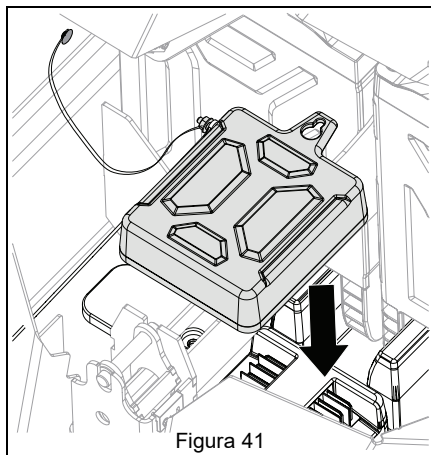

Figura 41
3. Posizionare il coperchio sui perni esposti del condotto sbarra della batteria. Vedere Figura 41.